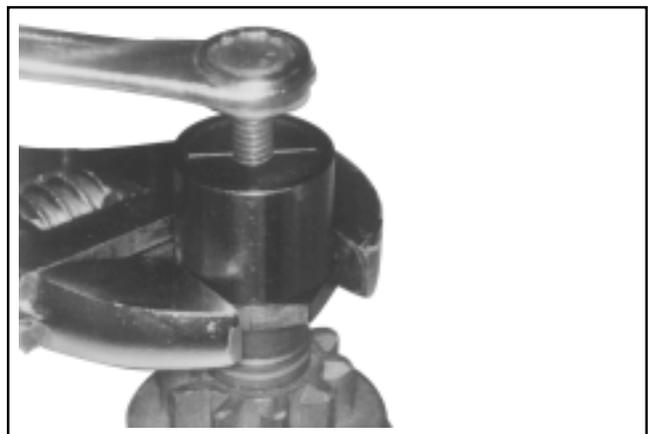

Figure 7-14. Maintien de l'outil et vissage de la vis centrale (sens des aiguilles d'une montre) pour retirer la bague de maintien.
4. Visser la vis centrale dans l'outil de dépose jusqu'à ce qu'une résistance se fasse sentir. Utiliser une clé (de 1 1/8" ou réglable) pour tenir la base de l'outil de dépose. Utiliser une autre clé ou douille (de 1/2" ou 13 mm) pour tourner la vis centrale dans le sens des aiguilles d'une montre (voir la Figure 7-14). La résistance contre la vis centrale indique à quel moment la bague de maintien quitte la gorge dans l'arbre de l'armature.